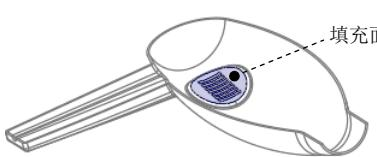

图 8.35 选取填充面
② 定义填充曲面。选取图 8.35 所示的模型内壁有破孔的一个面为填充面（用列表法选取）；单击 **确定** → **Done Refs (完成参考)** → **Done/Return (完成/返回)** 命令，此时系统显示“封合”菜单。